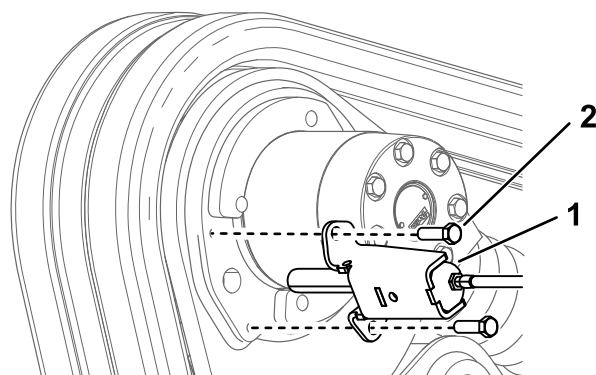

Figura 10
- Fije el bastidor del freno en el bastidor del motor, con el lateral abierto hacia el motor de la oruga, utilizando los 2 pernos que retiró anteriormente (Figura 10).